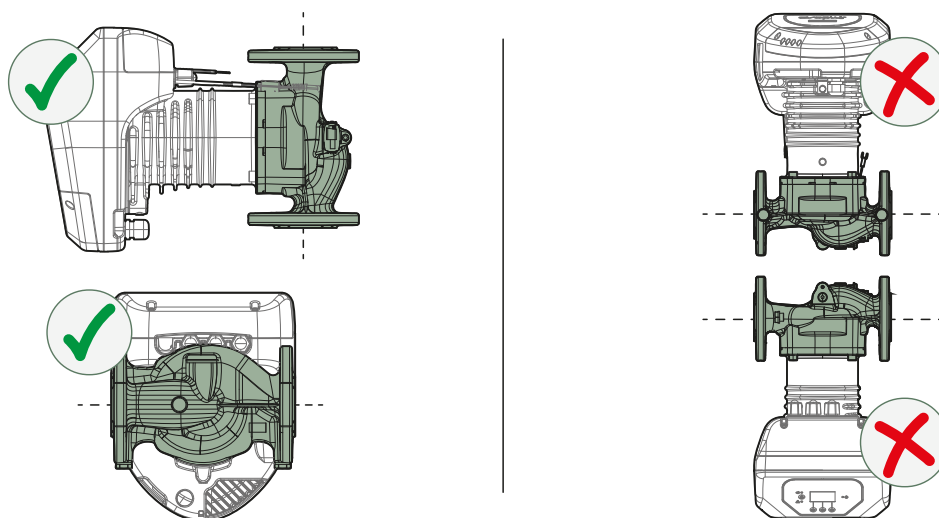

Figura 4
- Montar sempre o circulador com a cambota na posição horizontal, como mostrado na Figura 4